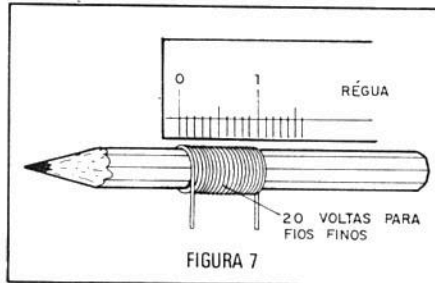

FIGURA 7
2. Meça o comprimento do enrolamento com uma régua. (figura 7)